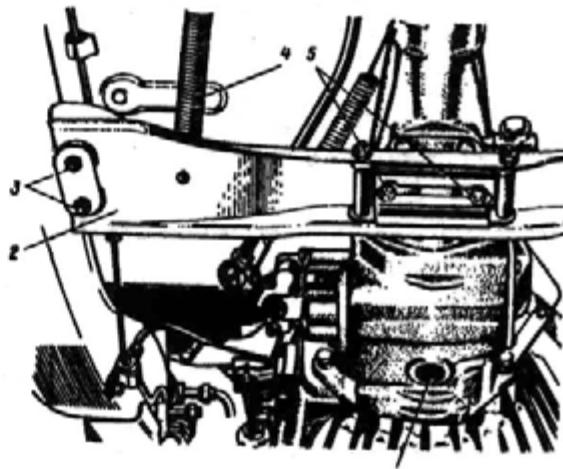
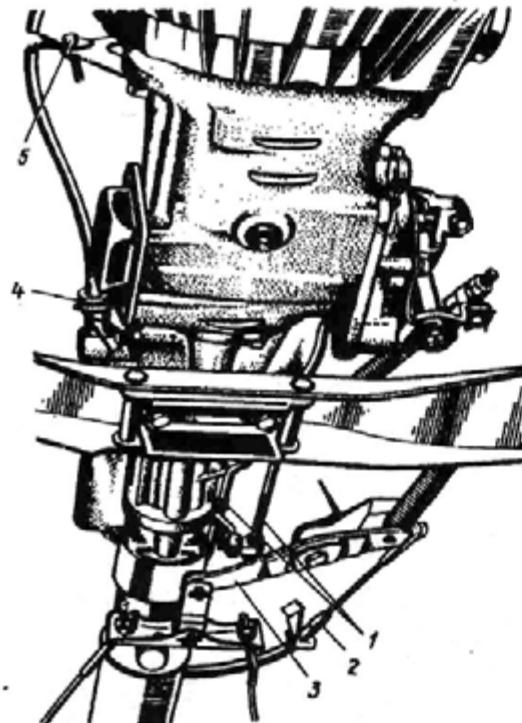

Рис. 106. Снятие коробки передач с автомобиля (вид снизу, сзади):
Рис. 107. Снятие коробки передач с автомобиля (вид снизу):
- выверните сливную пробку 1 (рис. 106) картера и полностью слейте масло из коробки передач;
- отверните гайку 4 (рис. 107) оболочки гибкого вала привода спидометра;
- снимите оттяжную пружину 4 (рис. 106) промежуточного рычага тормоза, отсоедините промежуточный рычаг 3 (рис. 107) и передний трос 2 стояночной тормозной системы;
- снимите поперечину 2 (рис. 106) задней опоры двигателя, отвернув болты 5 и 3;
- отцепите передний трос от промежуточного рычага 3 (рис. 107);